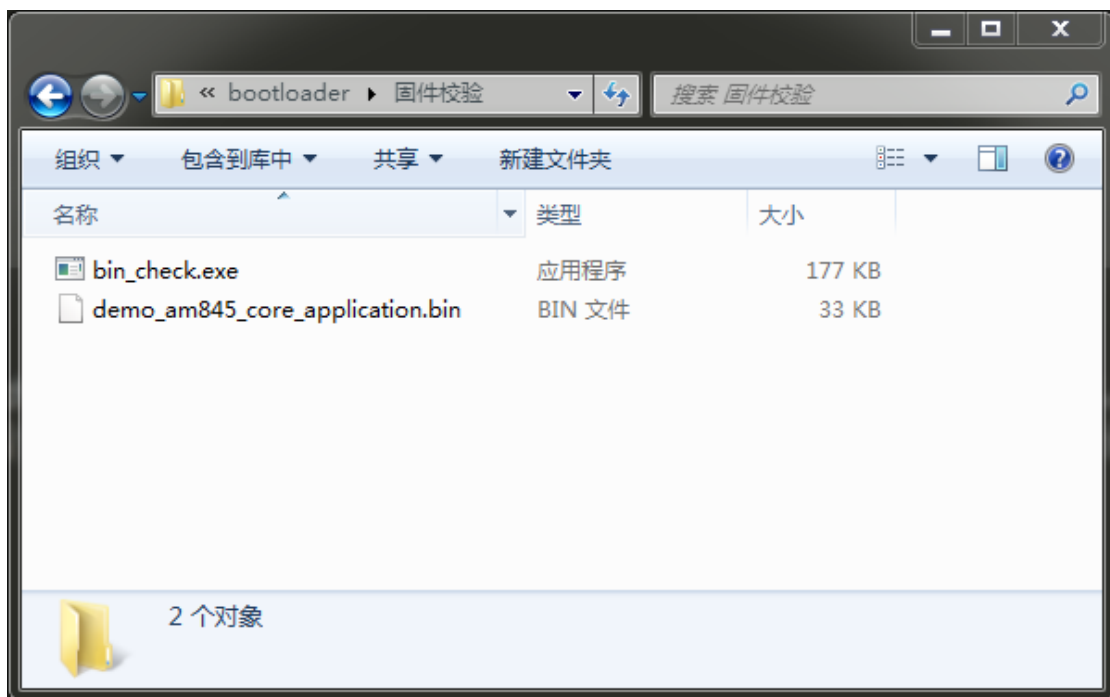

图 15: bin\_check 工具拷贝
- 1、将 bin 文件和 bin\_check.exe 工具拷贝至同一目录，如 图 15 所示。